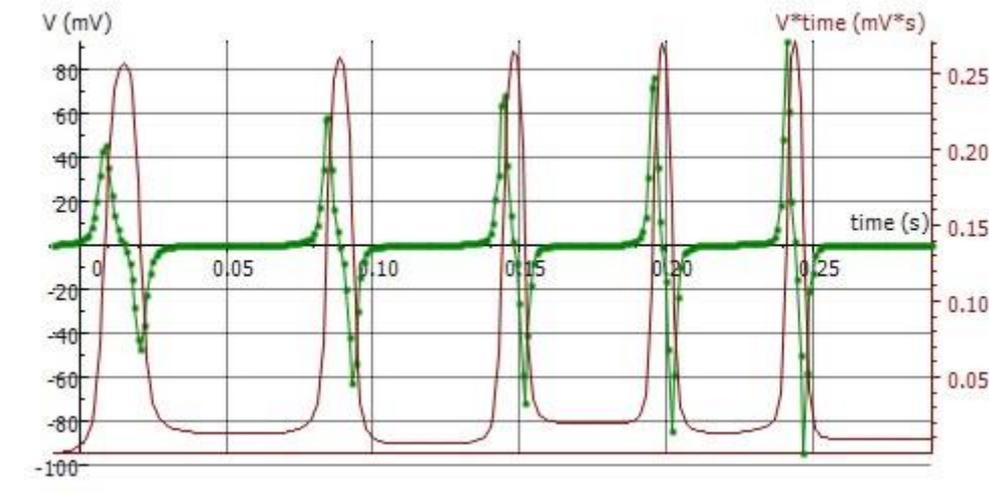

Fig. 3: Courbes de temps de la tension induite U et du flux magnétique Φ (capture d'écran de Coach 7).
Dans le cadre de l'expérience, on fait passer un aimant permanent à travers un tube équipé de six bobines d'inductance identiques couplées en série. On enregistre l'allure temporelle de la tension induite (courbe verte dans la Fig. 3).
La courbe verte dans la Fig. 3 indique l'évolution de la tension.
La fenêtre « Intégrale » du diagramme affiche la grandeur « $V*t$ » dans l'unité « $mV*s$ » (courbe violette dans la Fig. 3). Selon l'équation (2), elle correspond au flux magnétique Φ .
Le flux magnétique prend sa valeur maximale lorsque la tension induite retourne à zéro (Fig. 3), c.-à-d. que l'aimant atteint le centre de la bobine. Les surfaces sous tous les signaux de tension positifs et négatifs présentent la même valeur (voir plus haut). Elles correspondent au flux magnétique maximal Φ de l'aimant permanent à l'intérieur d'une bobine. C'est pourquoi, dans le cadre de la précision de mesure, le flux magnétique maximal atteint la même valeur $\Phi_{\max} \approx 250 \mu V s$ pour toutes les bobines.